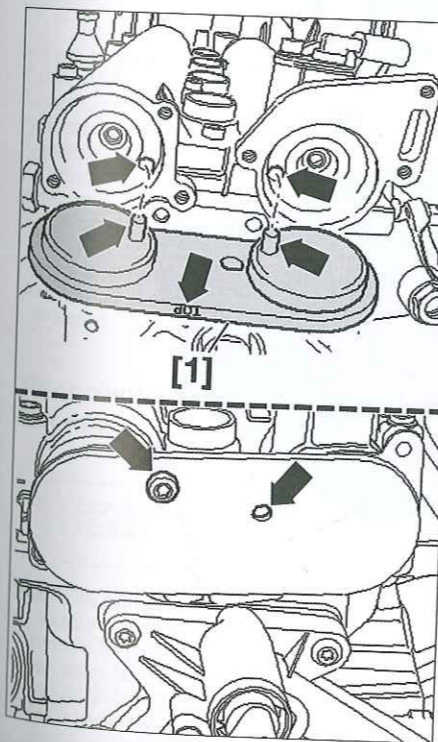

Fig. 66
- Girar los ejes de levas de admisión y de escape hasta que sea posible colocar el freno [1] (Fig.66).